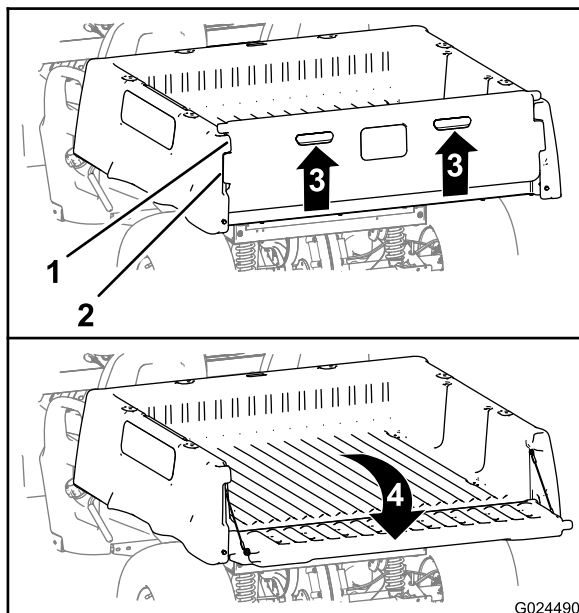

図 11
2. テールゲートのバックパネルについているフィンガーブルを持ち上げる 図 11。
3. テールゲートのロックフランジを、荷台のテールゲートフランジの開口に合わせる 図 11。
4. テールゲートを後方に倒す 図 11。
6. テールゲートを立てて閉じ、ロックフランジテールゲート側がテールゲートポケット荷台側と面一になるようにする 図 11。
7. 荷台の背部まで、テールゲートを下る 図 11。